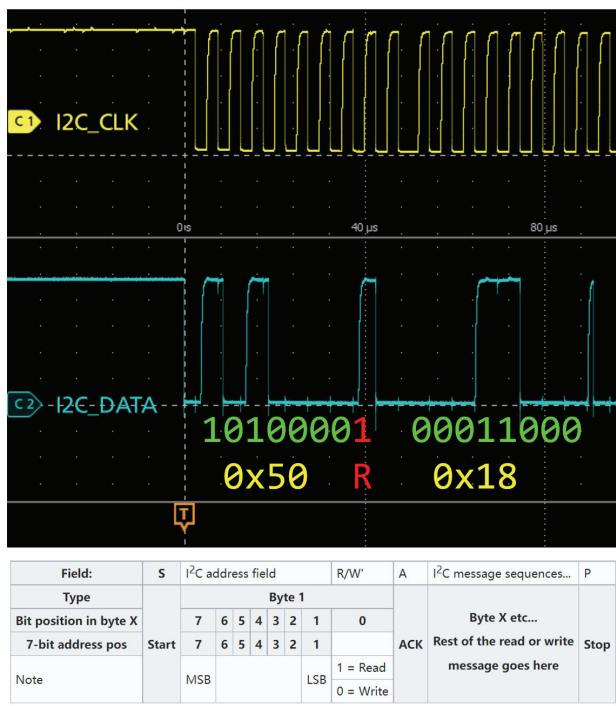

图 10：I2C 波形和手动解析示例（协议格式来自 [3]）
I2C 是一种集成电路总线，硬件连接主要有 2 根线，一根是时钟 (SCLK)，一根是数据 (SDA)。协议标准上规定了在时钟高电平采样，因此解码比较固定，但数据格式需要区分地址、读写标志和数据，在一个字节内还要留意起始条件 (S)、应答 (ACK) 和停止条件 (P)，如图 10 所示。根据电平可以解析出二进制数据流为“10100001 00011000”。根据标准，前 7 位是地址，转换为 16 进制是 0x50，读写标志是 1，表示“读”，记为“R”，之后是数据，转换为 16 进制是 0x18。